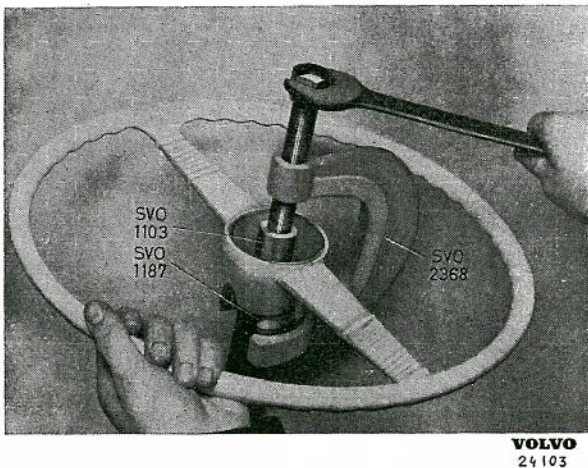

Bild 25. Demontering av ratt
3. Drag av ratten, se bild 25. Använd avdragare SVO 2368 (tid. nr SVO 1185 B) samt mellandel SVO 1103 och spännklo SVO 1187. Mellandel SVO 1453 och spännklo SVO 1454 kan även användas.